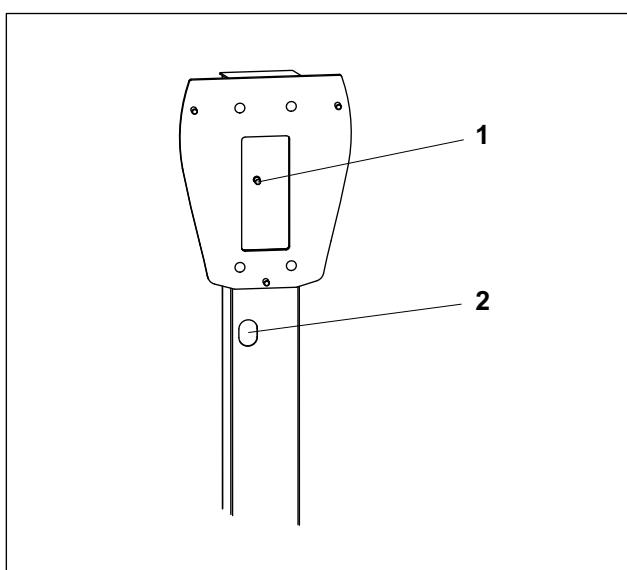

Abb. 3 Erdungspunkt der Stele
5. Befestigen Sie eine Durchführungsstüle (Beipack) an der Kabelausführungsöffnung (Abb. 3/2).
8. Schließen Sie den Schutzzpotenzialausgleich am Erdungsbolzen (Abb. 3/1) der Stele an.